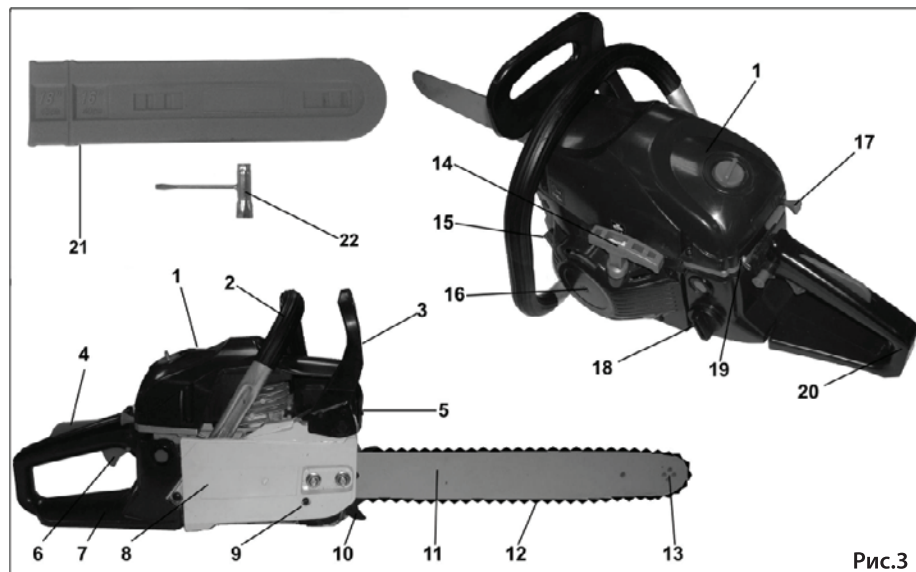

Рис.3
8.2. Порядок запуска /остановки двигателя (Рис.3)
- Установите рычаг управления воздушной заслонкой (17) в положение «|↘|».
- Переведите выключатель зажигания (19) в положение «I».